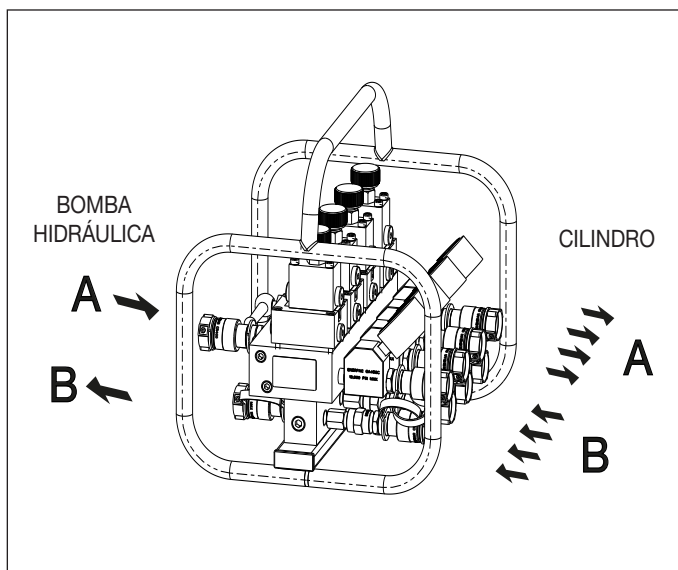

Figura 3, Esquema de conexiones del colector SFM42
Consulte la Figura 3 para ver las referencias.
- Avanzar el cilindro: Seleccione el flujo por salida deseado en el mando giratorio de cada válvula de control de flujo. Ajuste la válvula de alivio de la bomba hidráulica principal entre 1,500 - 2,900 psi [100 - 200 bar] por encima de la presión de trabajo de los cilindros. Accione la bomba hidráulica y la válvula direccional de manera que el flujo de aceite se dirija a una velocidad controlada desde la bomba hidráulica a la entrada "P" del colector de flujo dividido. Asegúrese de que la válvula de descenso esté cerrada a mano en el sentido de las agujas del reloj antes de la operación. El flujo de aceite se dirigirá desde la salida "A" a la cámara grande del cilindro para extender el émbolo (véase la Figura 3). El flujo de aceite regresará al depósito a través del puerto "B".